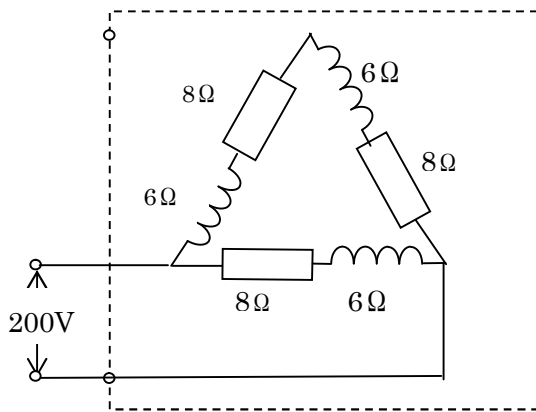

図23-7-1
- ② 交流回路の基礎おけるインピーダンスやその電圧のかかり方や電流の流れ方の理解度を問われている問題である。
- ① また、三相3線式配線において負荷の結線方式による、負荷の相電流・線電流または負荷にかかる相電圧・線間電圧の関係を問うと共に、1線断線という現象に対してその結果電圧のかかり方及び電流の流れが理解できているかの問題である。
- ② 1線断線という現象に対しては、断線した線には電流が流れないのでその線を図から消すと、本問の図から下図23-7-1へさらに図23-7-2の様に書き替えられ、単相回路のインピーダンスが直並列になっているだけであり簡単に計算出来る。